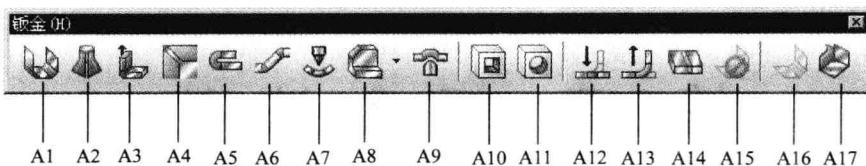

图 1.2.3 “钣金(H)” 工具栏
工具栏中的命令按钮为快速进入命令及设置工作环境提供了极大的方便，用户可以根据具体情况定制工具栏。在工具栏处右击，在系统弹出的快捷菜单中确认 钣金(W) 选项被激活（ 钣金(W) 前的 按钮被按下），“钣金(H)”工具栏（图 1.2.3）显示在工具栏按钮区。